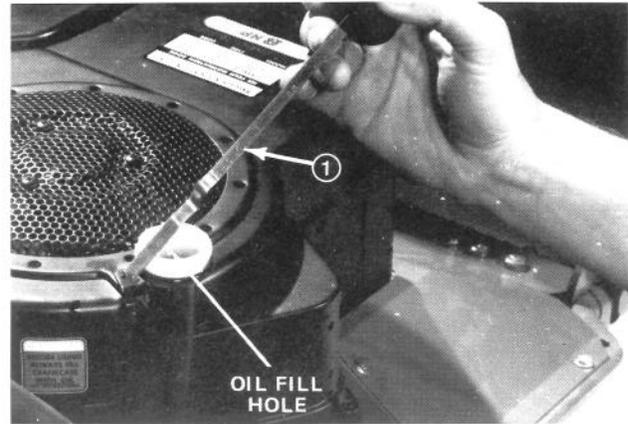

Figure 6
2. Dévisser la jauge et la retirer du tube de remplissage (Fig. 6).
3. Déposer le bouchon du réservoir (Fig. 6) et remplir le réservoir d'essence avec ou sans plomb ordinaire. Reposer ensuite le bouchon du réservoir.